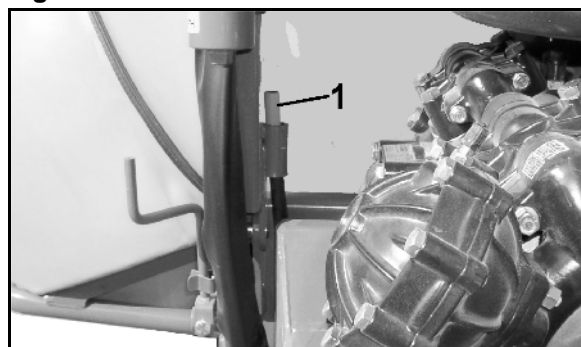

Fig. 51
- Die rote Markierung (Fig. 51/1) der Stützfuß-Kontrollanzeige ist sichtbar, wenn die Maschine auf hydraulischen Stützfuß abgestellt ist.